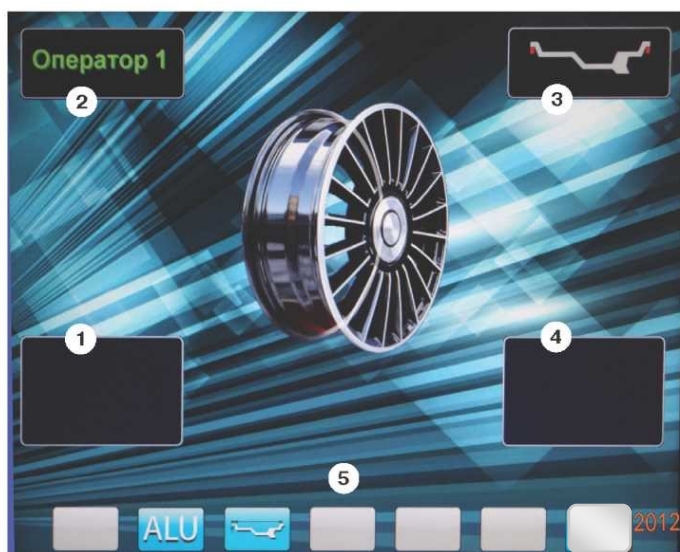
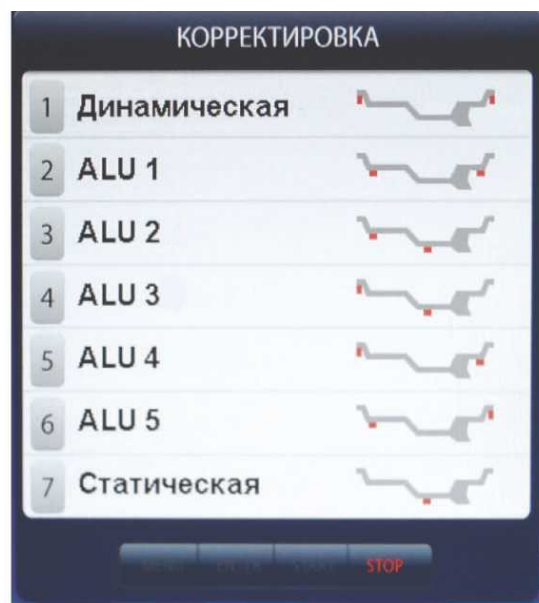

рис.8.2.
рис.11.3.
8.3. После включения питания СБ на экране монитора отображается фирменная заставка, которая через несколько секунд сменяется отображением экрана основного рабочего режима (рис. 8.2).
Для выбора схем расположения грузов в программах ALU1-ALU5 необходимо, находясь в режиме основного рабочего экрана, нажать кнопку «ALU», при этом открывается окно схем установки грузов, отмеченных номерами рис. 11.3. Если после введения размеров колеса установился экран ввода геометрических параметров, необходимо перейти в экран основного рабочего режима нажатием кнопки «STOP». Для выбора нужной схемы нажмите кнопку верхнего ряда клавиатуры с соответствующим номером. Выбранная схема установки грузов отображается в окне 3 экрана основного рабочего режима (рис. 8.2).